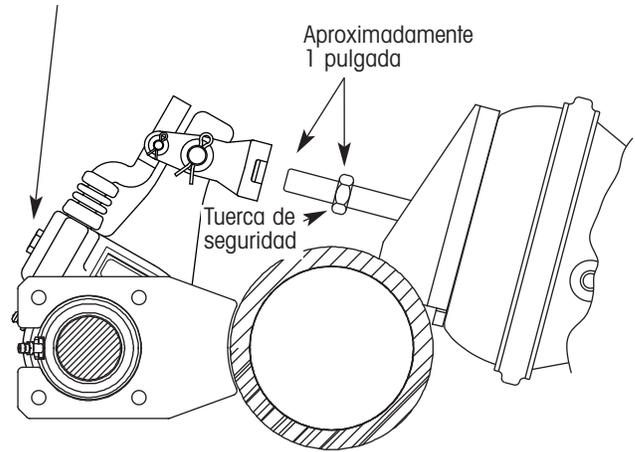

Figura 7. Instalando la matraca
5. Coloque la tuerca de seguridad de la varilla de empuje de la cámara de frenos aproximadamente una pulgada del extremo de la varilla de empuje (figura 7).